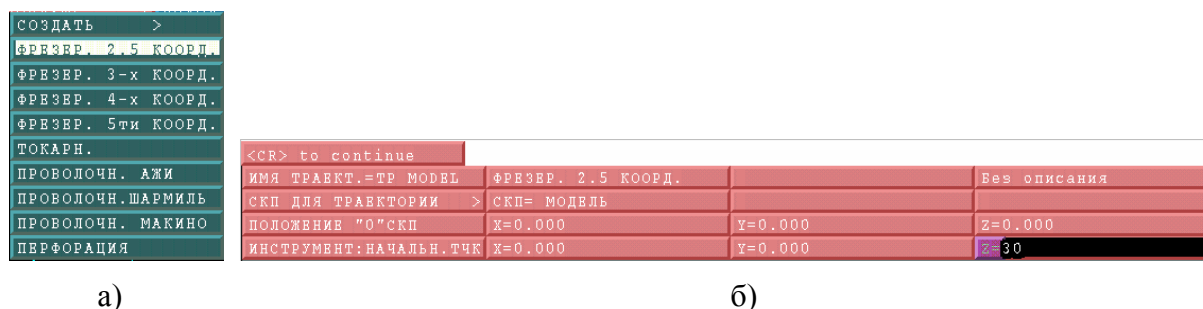

Рисунок 26 – Выбор метода обработки и начальных установок
2.2.2. В открывшемся меню выбираем пункт **ФРЕЗЕР. 2.5 КООРД.** (рисунок 26а).
2.2.3. Появляется меню, где можно указать имя траектории или согласиться с текущим, можно задать положение нуля **СКП** или согласиться с тем, чтобы «0» **СКП** совпадал с началом системы координат модели, здесь можно поменять величину **Z**, т. е. высоту исходного (безопасного) расположения инструмента (рисунок 26б). Плоскость стола – это плоскость **XY** системы координат **МОДЕЛЬ**, следовательно, ось инструмента при 2.5 координатной обработке будет параллельна оси **Z**.
2.2.4. Чтобы продолжить нажимаем пункт меню **<CR> to continue** (рисунок 26б).